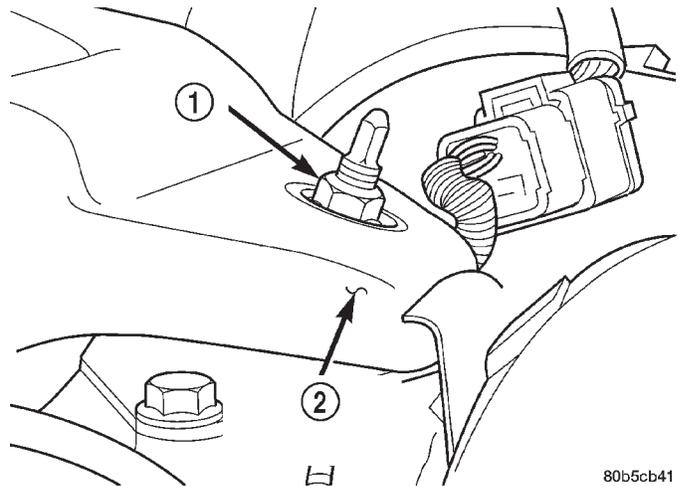

Abb. 11 Mutter des Kugelgelenks
- (1) Fahrzeug anheben und sicher abstützen.
- (2) Hinterachse mit einem hydraulischen Wagenheber abstützen.
- (3) Mutter vom Kugelgelenk am oberen Längslenker abschrauben (Abb. 11).